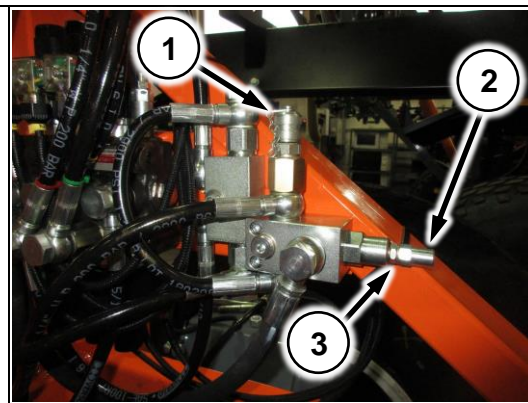

Рис. 168
1. Установите манометр в точку контроля давления (Рис. 168/1);
2. Отверните контргайку (Рис. 168/2);
6. Вращая регулировочный винт (Рис. 168/3) добейтесь давления 25 Bar по манометру при нажатой вниз клавише опускания подвеса;
7. По завершении регулировки законтрите контргайку (Рис. 168/2).